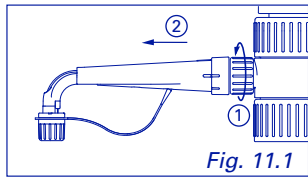

Fig. 11.1
- 1 Remove delivery jet (Fig. 11.1 and 12.1)
- 1 Ausstosskanüle entfernen (Abb. 11.1 und 12.1)
- 1 Retirer le bec verseur (Fig. 11.1 et 12.1)